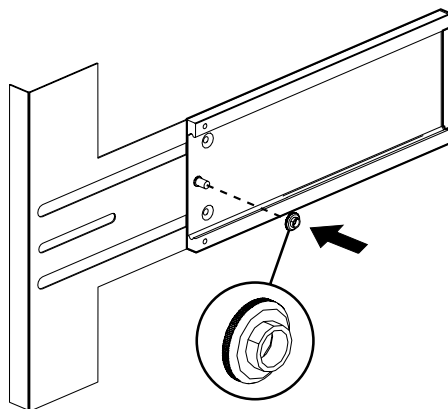

図 1-7 スペーサの取り付け
2. スペーサのフランジ側をスライドの方に向けて、それぞれの植込みボルトに手で取り付けます (図 1-7)。